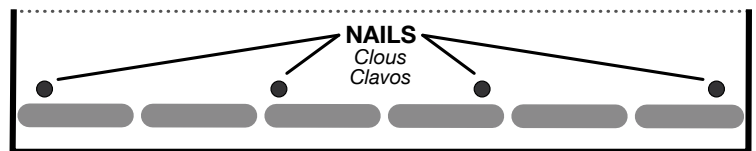

Figura 3 - Patrón de sujeción de las tejas de inicio Smart Start™
Patrón de clavado: Utilice cuatro (4) clavos para cada teja de inicio. Instale con clavos colocados a 1 1/2" - 3" (38-76 mm) hacia arriba desde el alero, un clavo de 1" (25 mm) desde cada extremo de la teja de inicio y los dos (2) restantes espaciados uniformemente en la misma línea de los clavos de extremo. No coloque clavos en la tira de sellado (adhesión). (Vea la Figura 3)